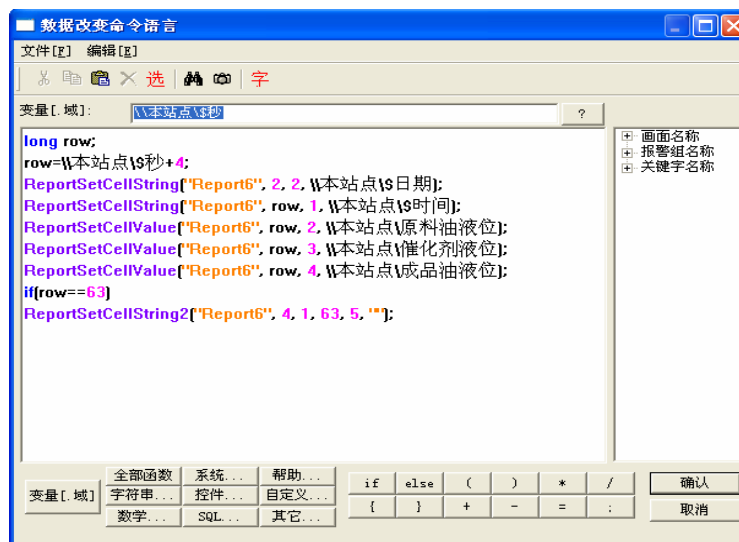

图 8-24
- 4、在工程浏览器窗口左侧“工程目录显示区”中选择“命令语言”中的“数据改变命令语言”选项, 在右侧“目录内容显示区”中双击“新建”图标, 在弹出的编辑框中输入如下脚本语言, 如图 8-24 所示: